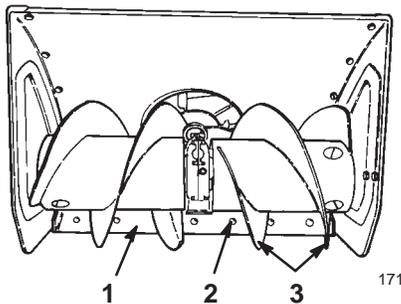

Bild 27
6. Befestigen Sie die *Schneckenblätter* so, dass sie 3 mm vom Boden entfernt sind (Bild 27).
8. Zur Einstellung der Schürfleiste lösen Sie die Schlossschrauben, mit denen die Schürfleiste am Schneckengehäuse befestigt ist, richten die Schürfleiste ein und ziehen die Schlossschrauben wieder an (Bild 27).